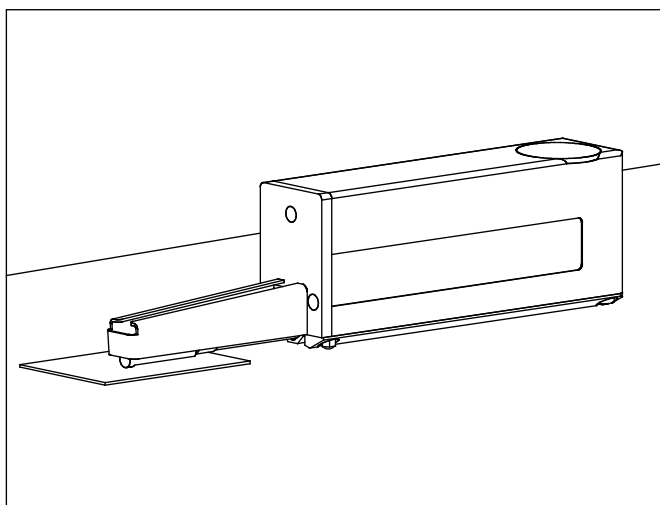

Fig. 5
- Per oggetti di misura piccoli e piatti (altezza max. 4 mm) l'unità traslatrice deve essere montata in modo tale che il tastatore sia rialzato rispetto all'oggetto di misura e possa essere abbassato sulla superficie da misurare tramite la regolazione automatica dell'altezza (v. fig. 5).